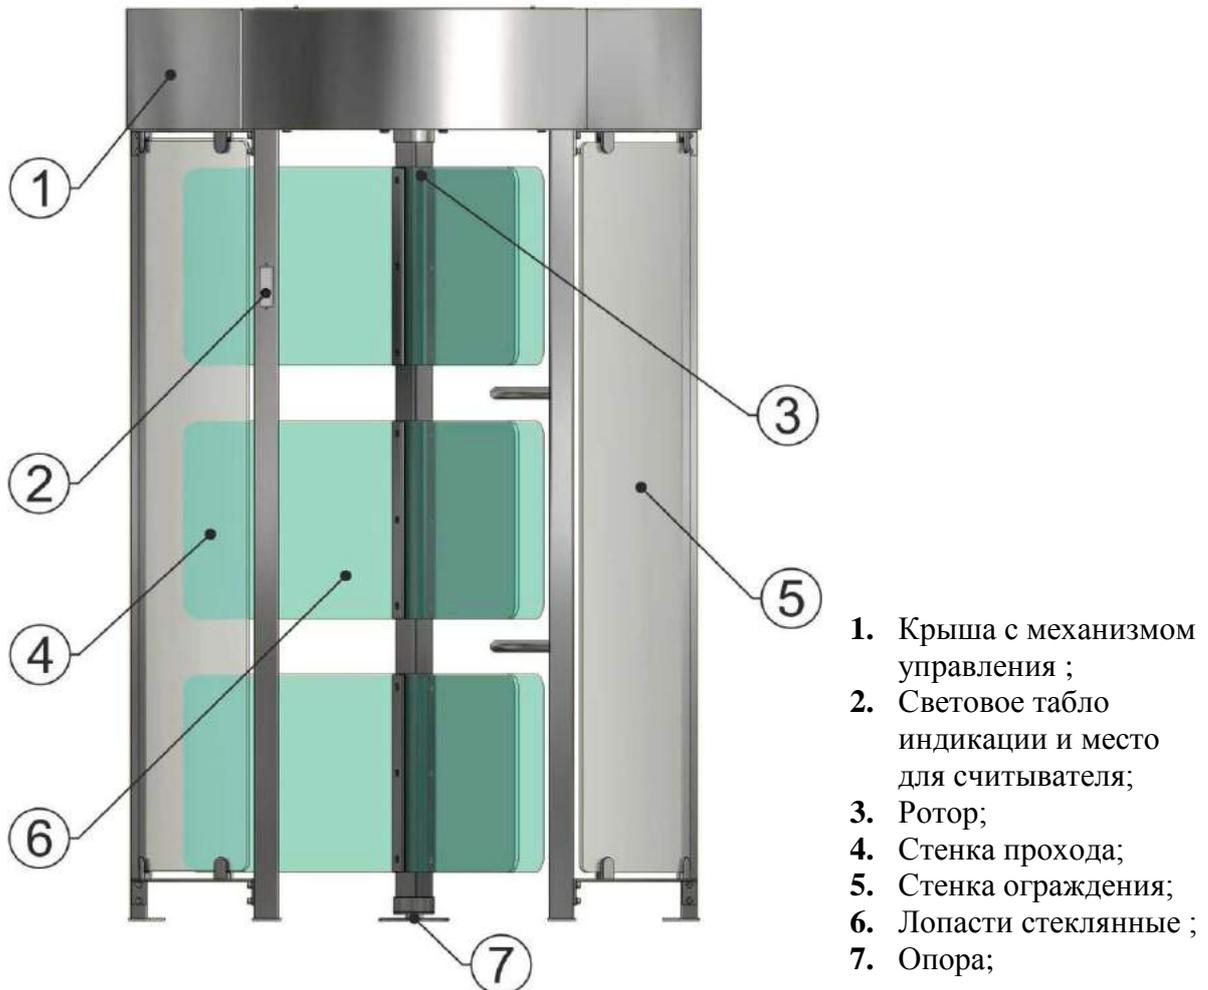

Рис.1 – Конструкция и общий вид турникета «GlassGo» АЮИА.436
1.4.1.1 Конструкция сборная (см. рисунок 1) состоит стенки ограждения 5, стенки прохода 4 и ротора 3. Верхней стяжкой конструкции является крыша 1, внутри которой установлен механизм управления турникета и электрооборудование (блок питания и управления, контроллеры, аккумулятор\*, система обогрева\* (в стандартный комплект поставки не входит) и др.).
1.4.1.5 Табло индикации 2 (см. рисунок 1) размещаются на стойках турникета и на контейнере при входе и предназначены для видимого отображения информации о постановке и выполнении команд, поступивших от управляющей системы (СКУД, пульта управления, или клавиатуры) на исполнительные механизмы турникета.